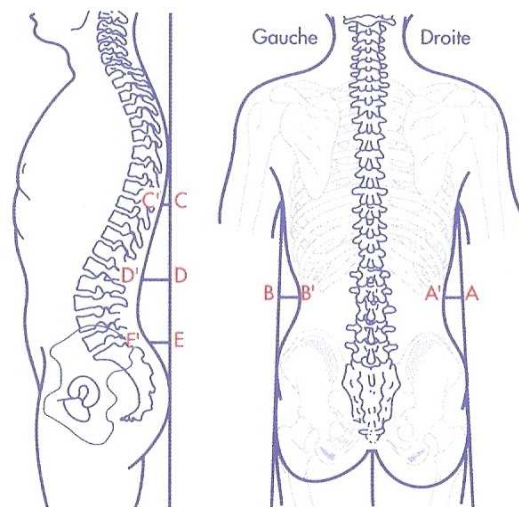

Figure 26 : Cambrures (58)
- Les cambrures (Figure 26): placer une règle partant du haut de ceinture souhaité et passant sur le point le plus rebondi des fesses (pour le dos), puis des hanches (pour les côtés). Relever ensuite les écarts horizontaux entre la règle et la peau.